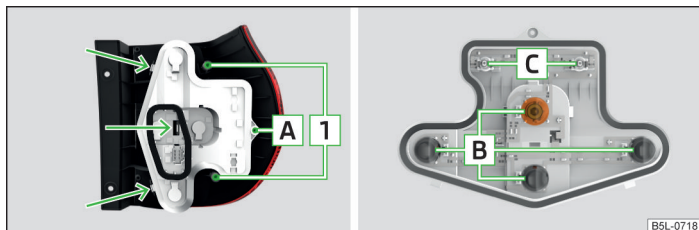
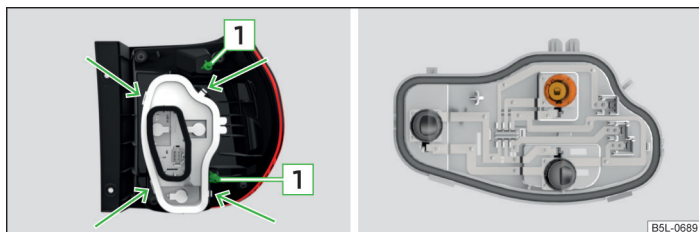

Fig. 204 Parte interior de la lámpara: lámpara ambiente
Fig. 205 Parte interior de la lámpara: lámpara con diodos LED
- Introduzca presionando con cuidado la lámpara en la carrocería de tal manera que los pernos [1] » fig. 204 de la página 258 y » fig. 205 de la página 258 de la lámpara encajen en los alojamientos de la carrocería.
- Con la llave Torx, destornille el tornillo de fijación [A] » fig. 204.
- Desbloquee el portalámparas en las bridas de enclavamiento señaladas con las flechas » fig. 204 - [A] y extraiga el portalámparas de la luz.
- Gire la bombilla respectiva [B] » fig. 204 hasta el tope **en sentido contrario** al de las agujas del reloj y extráigala del portalámparas.
- Extraiga la bombilla [C] » fig. 204 de la montura e introduzca una nueva bombilla.
- Desbloquee el portalámparas en las bridas de enclavamiento señaladas con las flechas » fig. 205 - [A] y extraiga el portalámparas de la luz.
- Gire la bombilla respectiva » fig. 205 hasta el tope **en sentido contrario** al de las agujas del reloj y extráigala del portalámparas.